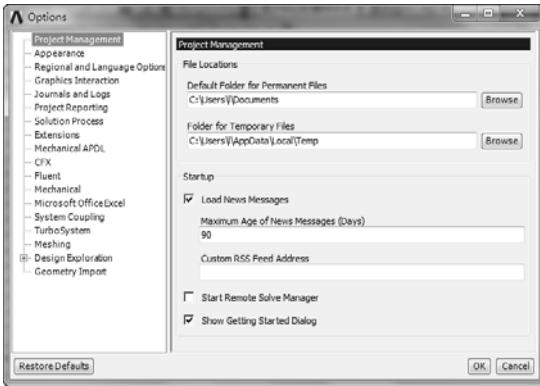

图 1-11 【Project Management】选项卡
- ◇ **【Project Management】** 选项卡: 用于设置 Workbench 启动的默认目录和临时文件位置、是否启动 **【导读】** 对话框及是否加载新闻信息等, 如图 1-11 所示。